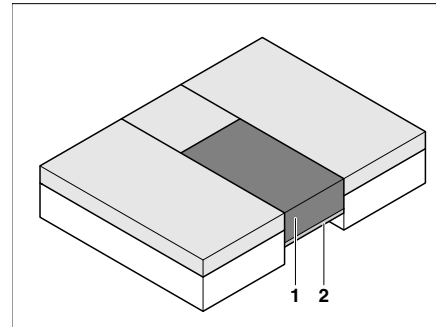

Fig. 75 Après la transformation
- Poser le coussin supplémentaire (Fig. 75,1) sur le sommier à lattes déployé (Fig. 75,2).